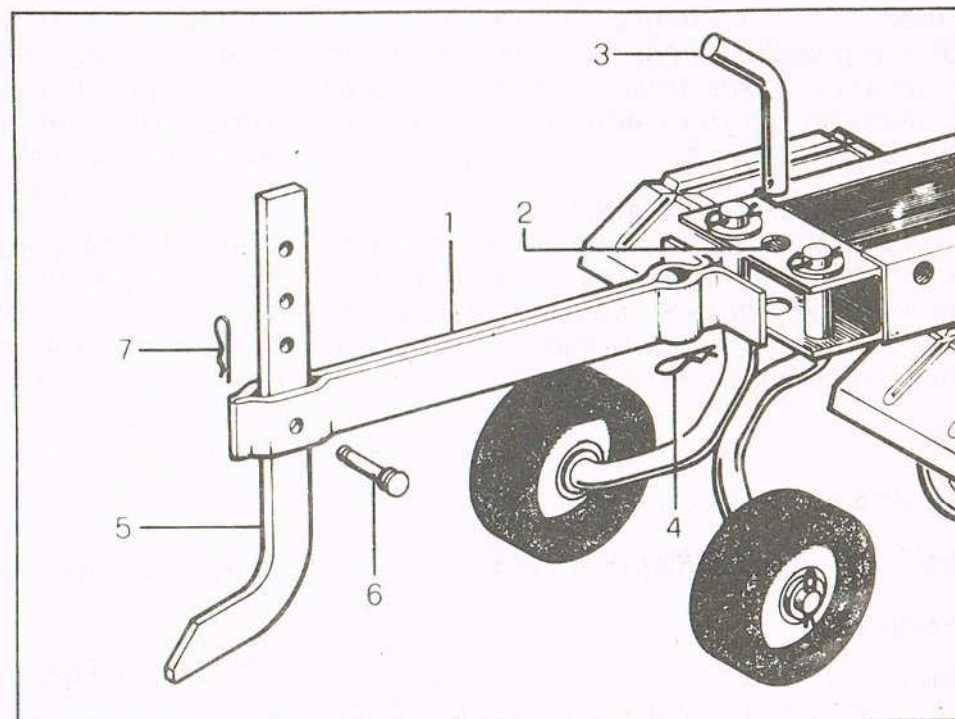

Fig. 4
Posizionare il braccio del timone (fig. 4, part. 1) in corrispondenza del foro centrale (2), bloccare con il perno (3) e la spina di sicurezza (4).
*Place the drawbar arm (1, fig. 4) close to the central hole (2), lock with pin (3) and safety pin (4).*
*Insert drawbar (5) into the arm end (1), secure with pin (6) and safety pin (7).*
Positionner le bras du timon (1, fig. 4,) à proximité du trou central (2), bloquer par le goujon (3) et la goupille (4).
*Den Deichselarm (Bild 4, Detail 1) mit dem Zentralloch (2) ausrichten und durch den Bolzen (3), sowie die Sicherungsstifte (4) festklemmen.*
*Die Deichsel (5) in den Endteil des Armes (1) einführen, mit dem Bolzen (6) und den Sicherungsstiften (7) festklemmen.*